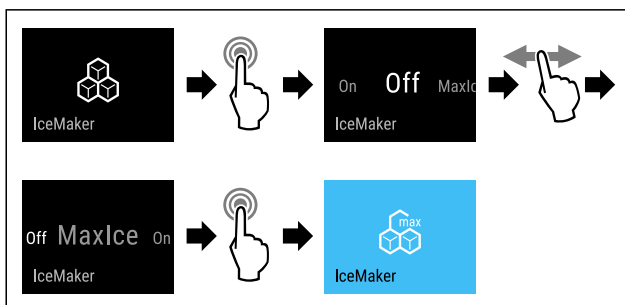

Fig. 20
► Seguir los pasos de procedimiento (consulte Fig. 20).